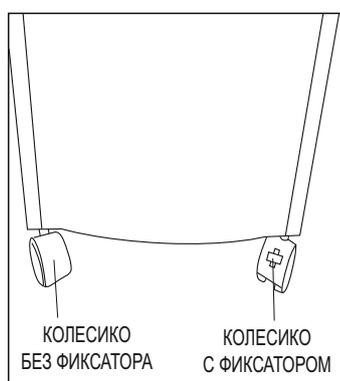

РИС. 1
**Примечание:** Колесики с фиксатором предназначены для двух передних отверстий, а колесики без фиксатора - для двух отверстий сзади в нижней части устройства (смотрите на рис.1).